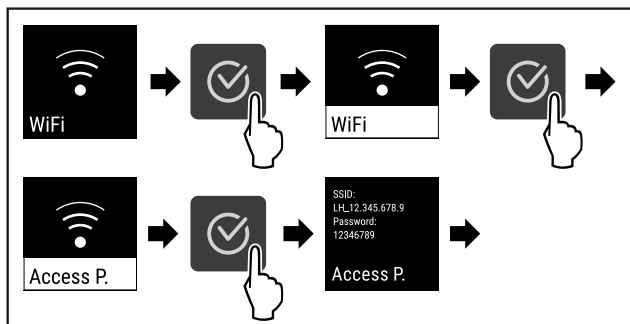

Fig. 84
- ▶ Proveďte akční kroky (viz Fig. 84) .